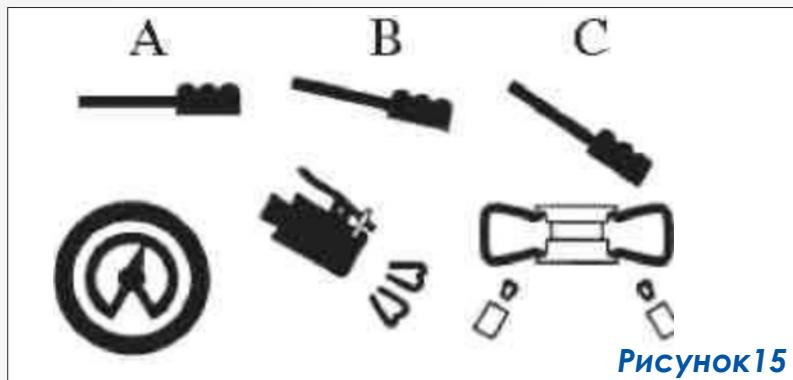

Рисунок 15
- Когда педаль, расположенная на левой стороне корпуса стенда, нажимается до своего среднего положения (B) (рисунок 15), из линии манометра сжатого воздуха начинает выходить воздух.
- Когда эта педаль нажата полностью в положение (C), сжатый воздух начинает выходить из линии манометра сжатого воздуха и в то же время сильная струя сжатого воздуха выходит из сопел, расположенных на зажимах поворотного стола.